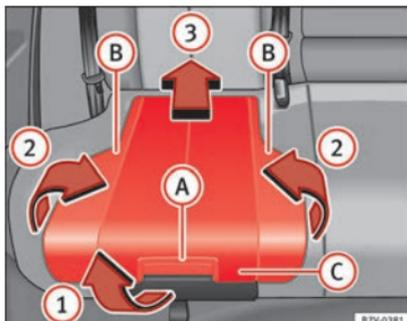

Abb. 94 Integrierter Kindersitz: Sitzpolster aufstellen.
- Sitzpolster am Entriegelungshebel » **Abb. 94 A** in Pfeilrichtung » **Abb. 94 1** nach vorn ziehen.
- Beide Seiten » **Abb. 94 B** in Pfeilrichtung » **Abb. 94 2** nach oben klappen.
- Sitzpolster » **Abb. 94 C** in Pfeilrichtung » **Abb. 94 3** nach hinten drücken, bis es einrastet.